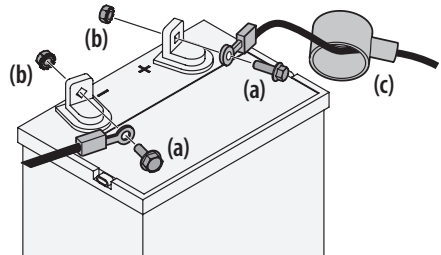

Figure 13
- Le cas échéant, retirez le cache en plastique de la borne positive de la batterie. Branchez le connecteur rouge sur la borne positive de la batterie (+) à l'aide du boulon (a) et de l'écrou hexagonal (b). Consultez la Figure 13.
- Le cas échéant, retirez le cache en plastique de la borne négative de la batterie, puis branchez le câble noir la borne négative de la batterie (-) à l'aide du boulon (a) et de l'écrou hexagonal (b). Consultez la Figure 13.
- Déposez la protection en caoutchouc rouge (c) sur la borne positive de la batterie pour la protéger contre la corrosion. Consultez la Figure 13.